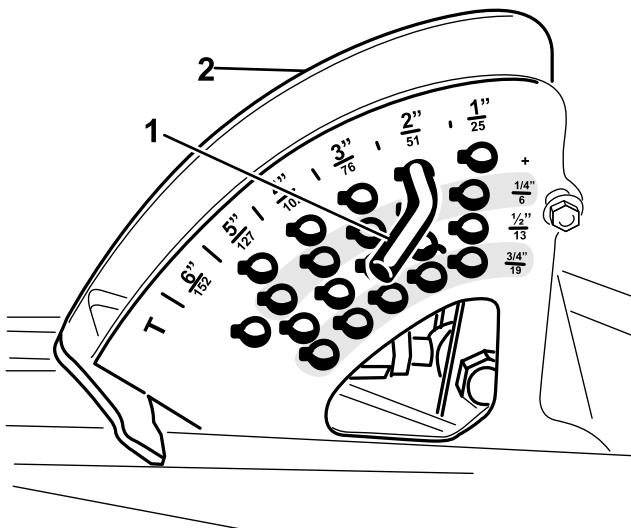

Figura 3
6. Instale o pino HOC ao suporte HOC na altura de corte desejada (Figura 3).